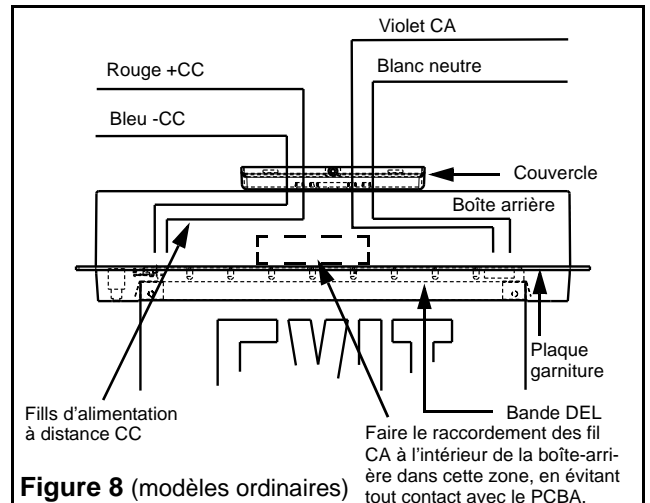
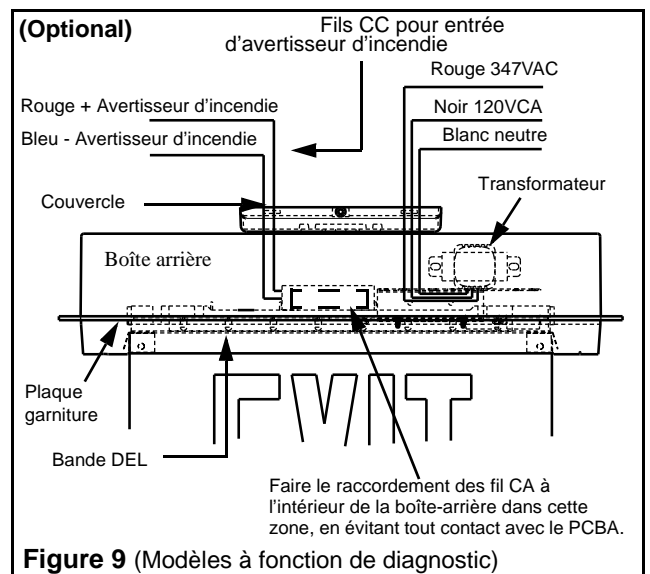

Figure 8 (modèles ordinaires)
Figure 9 (Modèles à fonction de diagnostic)
4. **Connexions électriques (Figures 8,9)**
- b. Exécutez les connexions appropriées. Ce système convient à des tensions d'entrée de 120 à 347 VCA Pour les modèles ordinaires, raccordez les fils de sortie violet (sous tension) et blanc (commun) au service de l'édifice (Figure 8). Pour les modèles à fonction de diagnostic, raccordez les fils de sortie blanc (commun), noir (120 VCA) ou rouge (347 VCA) au service de l'édifice (Figure 9).